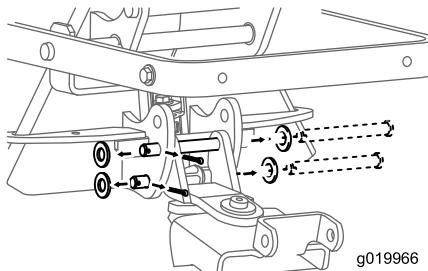

図 1
- 既存のブラケットおよびラッチ機構の下側の端部を固定しているコッターピンとクレビスピンを外して廃棄する(図 1)。